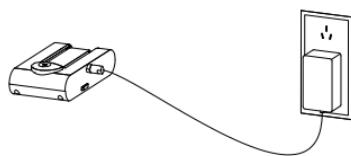

Figura 7
3) Bateria se încarcă separat cu ajutorul adaptorului. Introduceți conectorul adaptorului în portul de încărcare (Figura 7); Atunci când bateria se află în unitate, scoateți mai întâi bateria. Indicatorul luminos de încărcare este întotdeauna aprins atunci când se încarcă, când indicatorul luminos de încărcare este stins, înseamnă că bateria este complet încărcată.